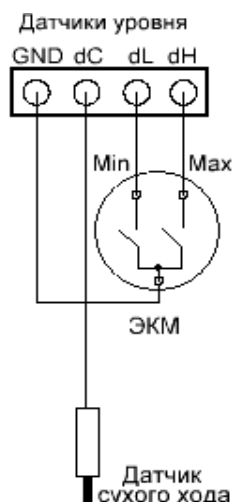

Рис.11
- электроконтактный манометр (ЭКМ) исполнения IV (схема на рис.11);
- ЭКМ с контактной группой исполнения V (рис.11);
- электроконтактный манометр типа IV, вход dC – перелив (рис.11).